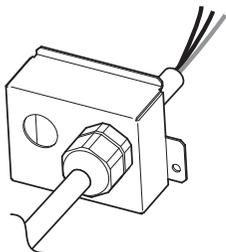

図 1
1. 接続する電線を、本製品 (端子台カバー; ケーブルクランプ付き) の穴に通します。(図 1 参照) 使用する電線サイズ、被服の剥き量等は表 1 を参照ください。